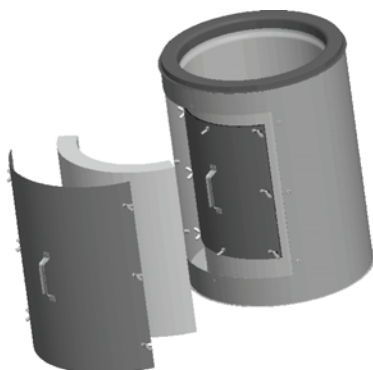

Figure 74
2. Retirer la porte extérieure de la paroi extérieure et la placer dans un endroit sécuritaire durant l'inspection. **(Voir figure 74).**
3. Retirer le coussinet de laine et le placer dans un endroit sécuritaire durant l'inspection. **(Voir figure 74).**